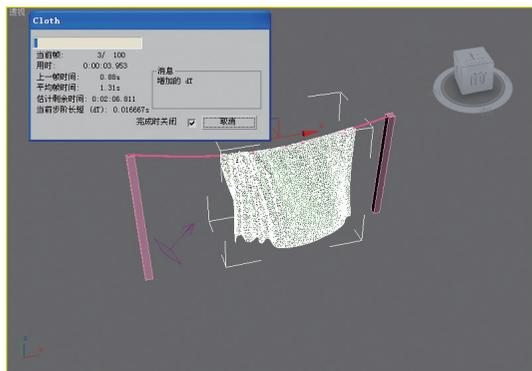

图9-88 生成动画
**07** 设置完成后，单击【模拟】按钮，即可生成动画，如图9-88所示。